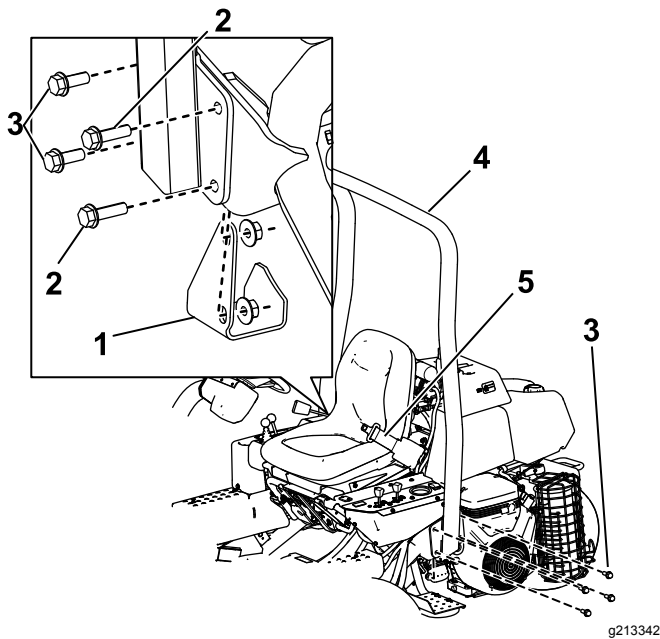

Figure 6
2. Abaissez l'arceau de sécurité (Figure 6) sur les supports de montage en alignant les trous de fixation.
3. Fixez le côté gauche de l'arceau de sécurité au support de montage avec 4 boulons (1/2" x 1 1/2") et contre-écrous (Figure 6).
(1/2" x 1 1/2"), 2 boulons (1/2" x 1 3/4") et des contre-écrous, comme montré à la Figure 6.